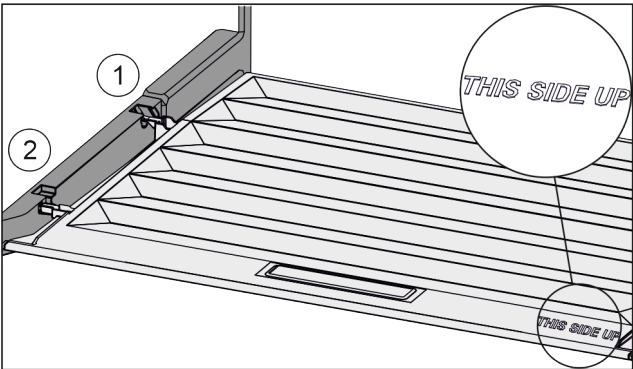

Fig. 95
► Introduzca los nervios de la tapa por la abertura del soporte trasero Fig. 95 (1) y encájelos por delante en el soporte Fig. 95 (2).